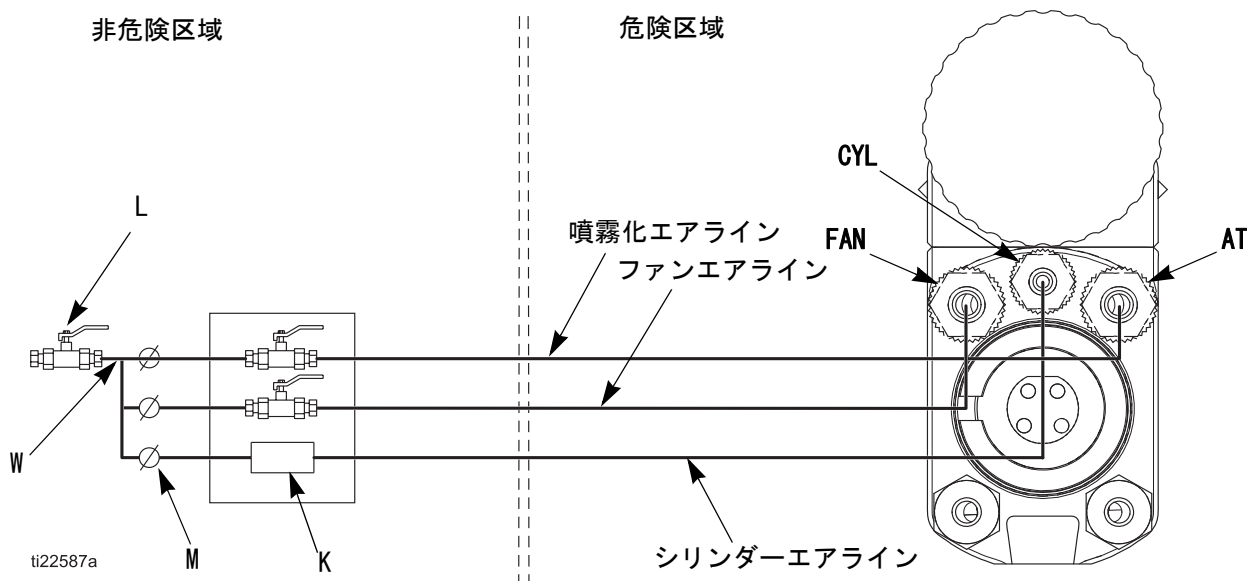

図 11 エアラインの模式図
1. ガンへのすべてのエア供給を遮断するために、メイン (W)、ファン (FAN)、および噴霧化 (AT) エアラインに吹き出し型のアバルブ (L) を取り付けます。図 11 を参照してください。